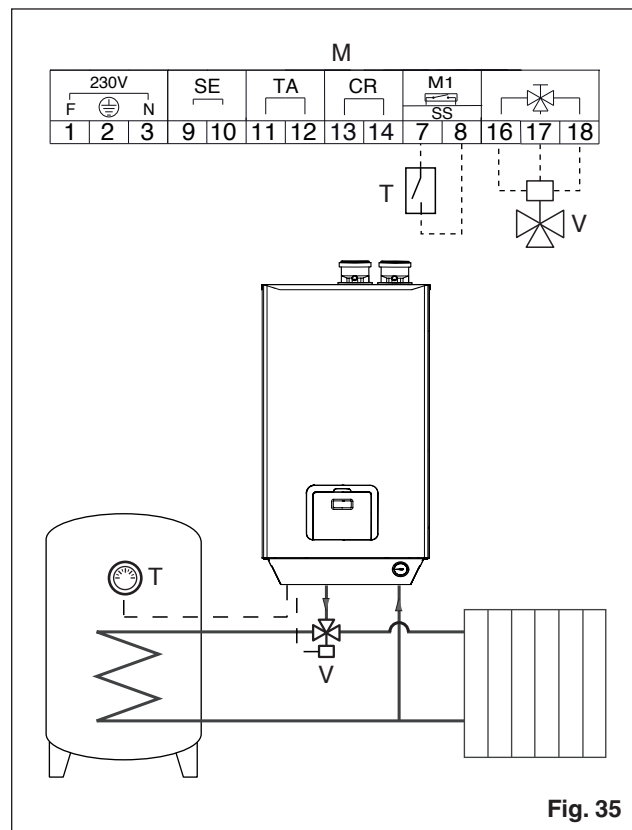

Fig. 35
- realizar o circuito hidráulico representado em Fig. 35
- conectar eletricamente a válvula de desvio (V) aos contatos 16, 17 e 18 predispostos na régua de terminais da caldeira (M)
- conectar os contatos do termóstato de regulação do ebulidor (T) aos contatos 7 e 8 da régua de terminais da caldeira (M)